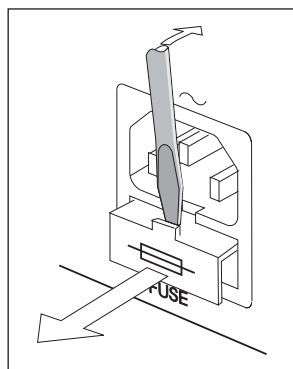

Fig. 6.2.1
Il fusibile di rete è alloggiato nel corpo spina di rete (5), a lato della spina di rete sono riportati i dati del fusibile stesso. Rimuovere il cavo di rete ed estrarre il cassetto portafusibile (fig. 6.2.1). Sfilare il fusibile guasto e sostituirlo solo con uno dello stesso tipo e valore. Reinserrire il cassetto portafusibile nel corpo spina e riallacciare il cavo di rete.
The mains fuse is housed in the body of the mains plug (5). The fuse data are indicated on the side of the mains plug. Remove the power cable and pull out the fuse-holder drawer (Fig. 6.2.1). Take out the blown fuse and replace it only with one of the same type and rating. Push the fuse-holder drawer back into place in the body of the plug and reconnect the power cable.